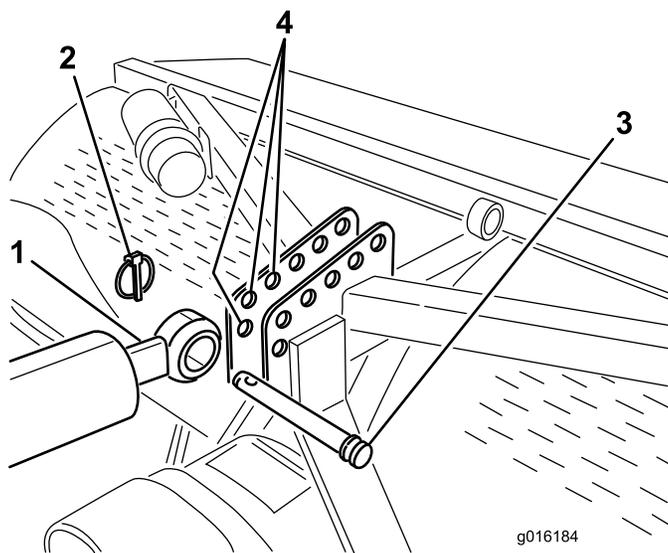
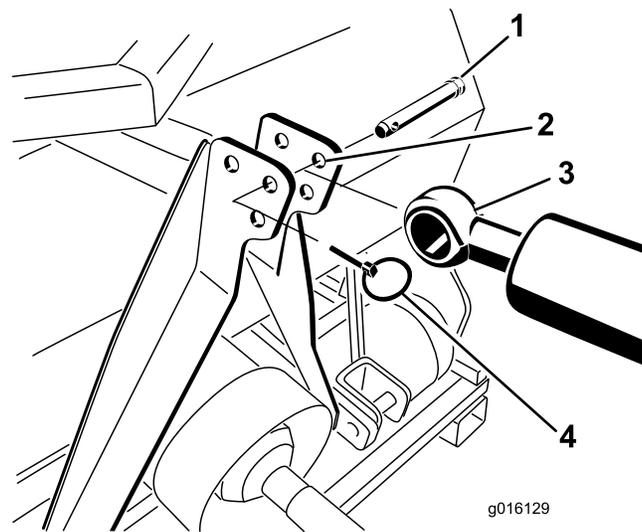
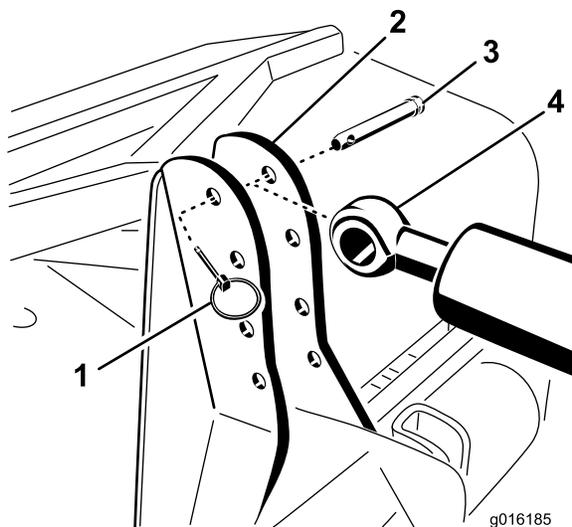

Figura 6
Figura 8
Figura 7
7. Fissate l'estremità dell'asta dell'attacco idraulico superiore al foro più avanzato sulla staffa dell'arieggiatore per mezzo del perno d'attacco e dell'acciarino (Figura 6, Figura 7 o Figura 8).